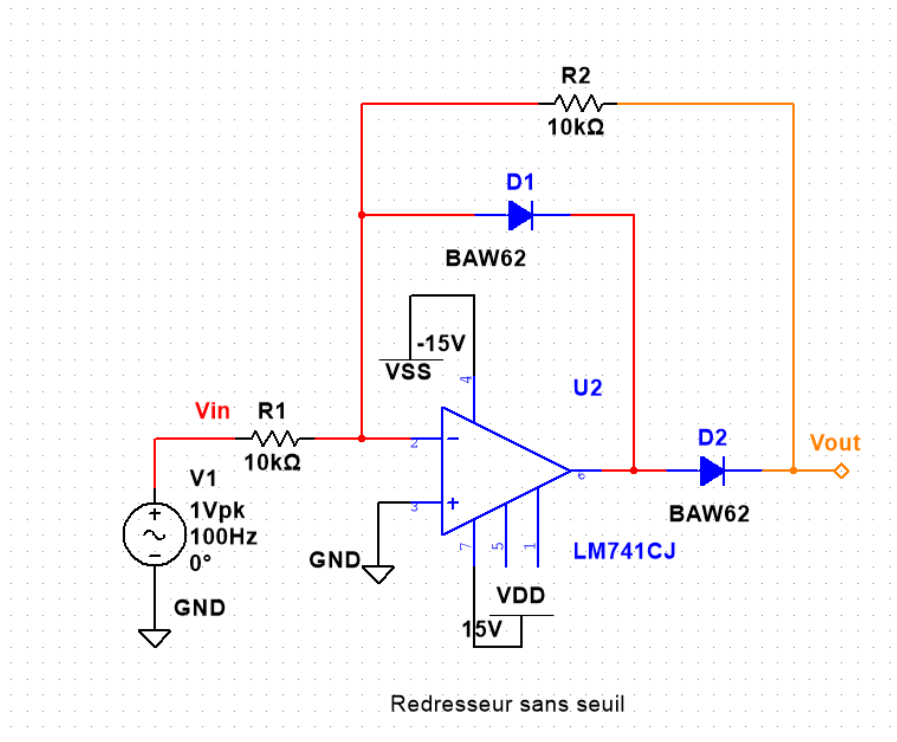

FIGURE 6 REDRESSEUR SANS SEUIL
- Faites le montage de la figure 6